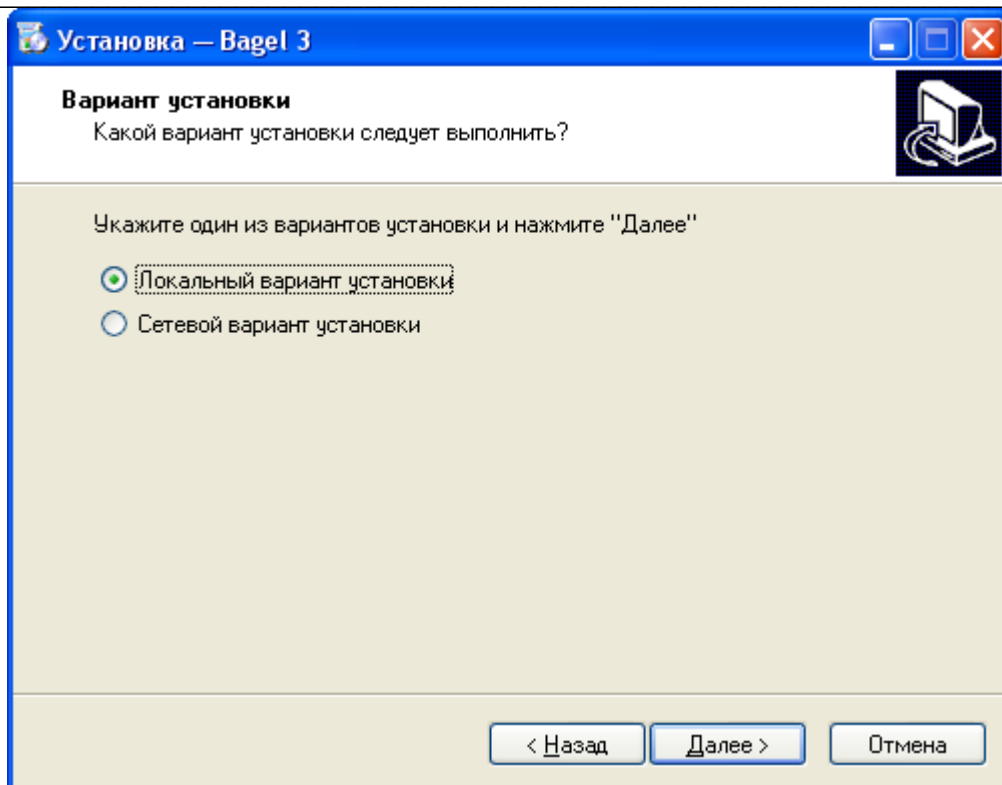

Рис. 1.1
- Выберите Однопользовательский вариант установки (рис.1.1)